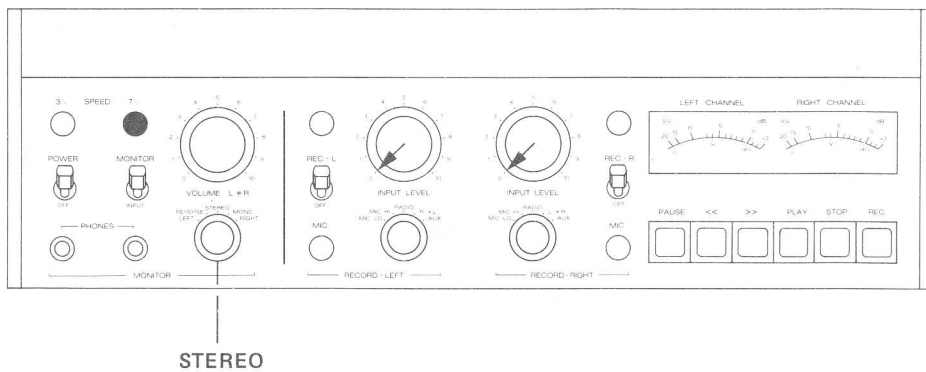

Fig. 6.4.—8
- Effectuez les commutations selon la fig. 6.4.-6.
- Raccordez un millivoltmètre BF à la sortie (51) OUTPUT L + R.
- Bedienungselemente nach Fig. 6.4.—8 einstellen.
- Set operating controls as per fig. 6.4.—8.